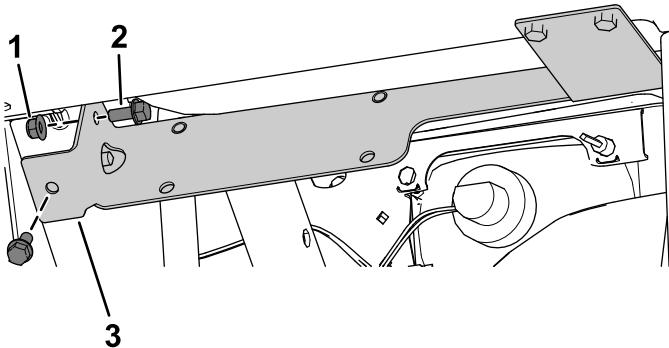

Bild 27
- D. Befestigen Sie die linke Seite der Heizungshalterung mit zwei Bundkopfschrauben (5/16" x 3/4") und zwei Bundmuttern (5/16"), wie in Bild 27 dargestellt.